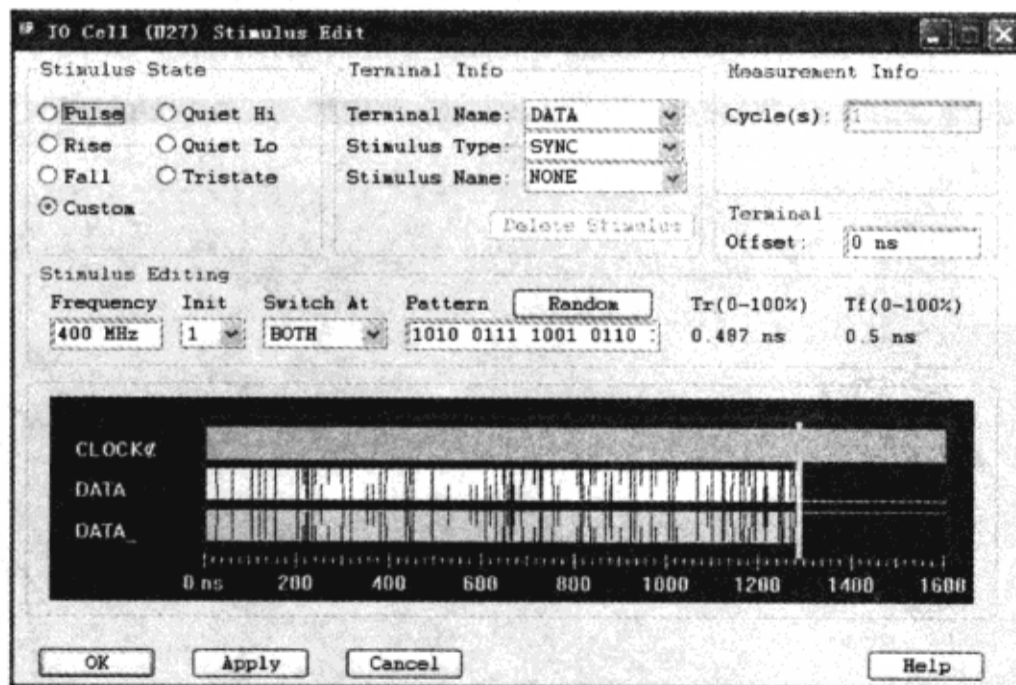

图6-4-31 “IO Cell (U27) Stimulus Edit”对话框
(15) 单击“OK”按钮，关闭“Analysis Preferences”对话框。
(16) 单击差分驱动器 U27 上面的文字“CUSTOM”→弹出“IO Cell (U27) Stimulus Edit”对话框，如图6-4-31所示。